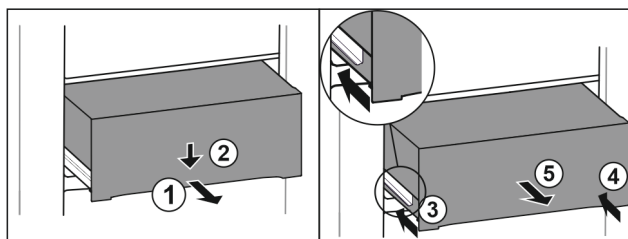

Fig. 154
- Vedä laatikko puoliväliin ulos. Fig. 154 (1)
- Paina vetolaatikkoa etupuoletta alaspäin. Fig. 154 (2)
- Työnnä vasenta kiskoa noin 2 cm sisään. Fig. 154 (3)
- Työnnä oikeaa kiskoa noin 2 cm sisään. Fig. 154 (4)
- Poista vetolaatikko vetämällä sitä eteenpäin. Fig. 154 (5)